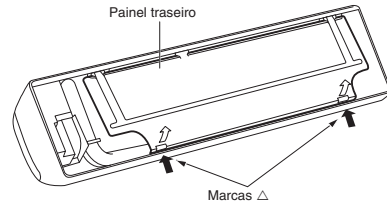

Fig. 3-72
- Pressione as 2 marcas Δ na tampa da armação e liberte as linguetas estacionárias da armação. (Fig. 3-72)